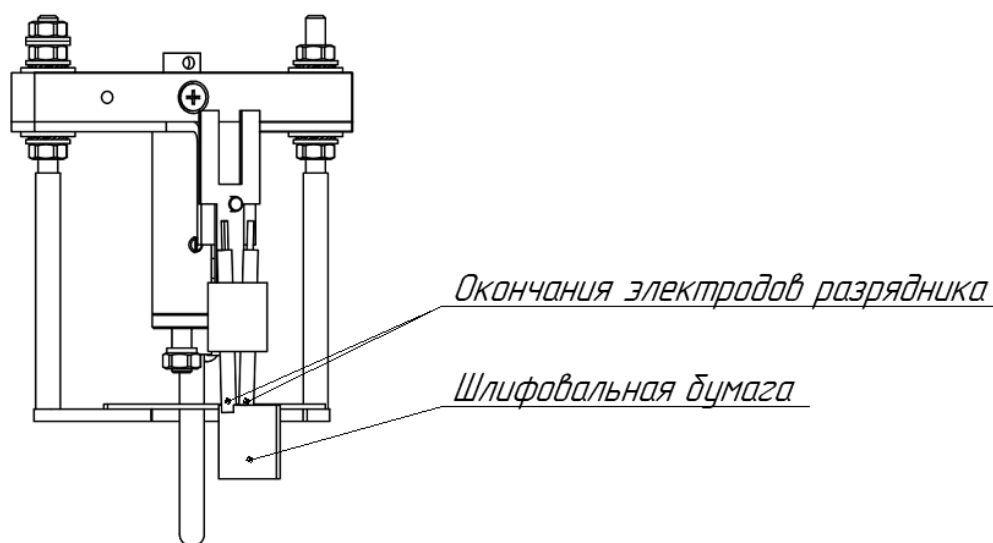

Рисунок 14 – Чистка разрядника анализатора
2. используя шлифовальную бумагу Р1000 (ГОСТ Р52381) (рисунок 14) плавными поступательными движениями, не задевая кольцо датчика вспышки, осуществить чистку электродов разрядника.